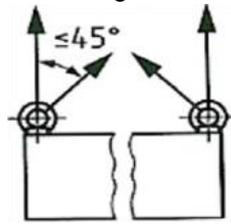

Abbildung 4: Maximaler Winkel Ringschraube
- ◆ Die Ringschrauben sind mit einem maximalen Winkel von 45° zu belasten (siehe Abbildung 4).